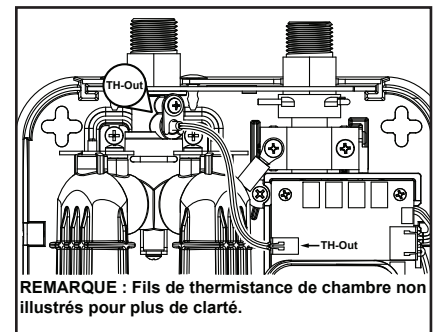

Figure 23 - Installation correcte de la thermistance de sortie.
**4** Débrancher le connecteur du câble de thermistance de la carte de commande. Voir Figure 23.